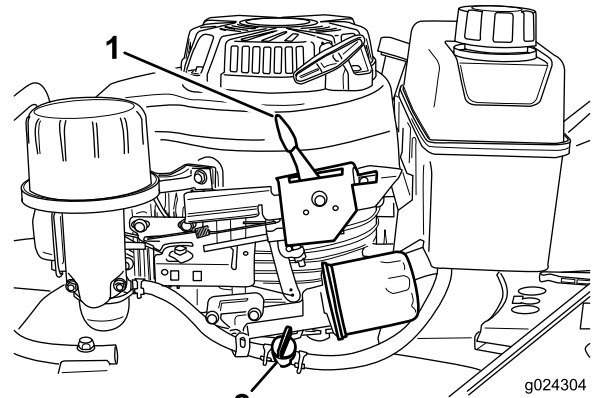

Figura 13
2. Abra a válvula do combustível (Figura 13).
3. Desloque a alavanca de controlo do regulador (Figura 13) para a posição Choke.
Liberte a barra de controlo da lâmina e desloque a alavanca de controlo do regulador (Figura 13) para a posição Stop.
Nota: Feche a válvula de combustível (Figura 13) se não ligar o motor logo depois.